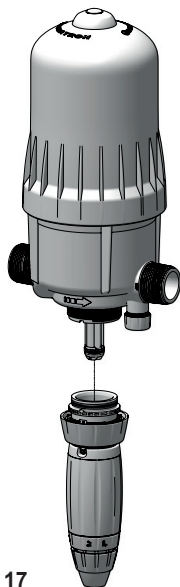

Рис. 17
- Снимите дозирующую систему (**Рис. 17**) (§ «ДЕМОНТАЖ / ПОВТОРНАЯ УСТАНОВКА ДОЗИРУЮЩЕЙ СИСТЕМЫ»).